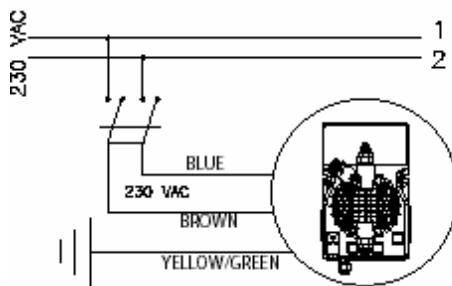

Рис. 4
1. Завершити з'єднання піни від електричної розетки або вимкнути живлення двополюсним вимикачем з мінімальною відстанню між контактами 3 мм (Рис. 4)
1. Від'єднати піни від електричної розетки або вимкнути живлення двополюсним вимикачем з мінімальною відстанню між контактами 3 мм (Рис. 4)
- б. – Перед початком установки ознайомтеся з правилами електричних підключень у вашому регіоні. (Рис. 4)